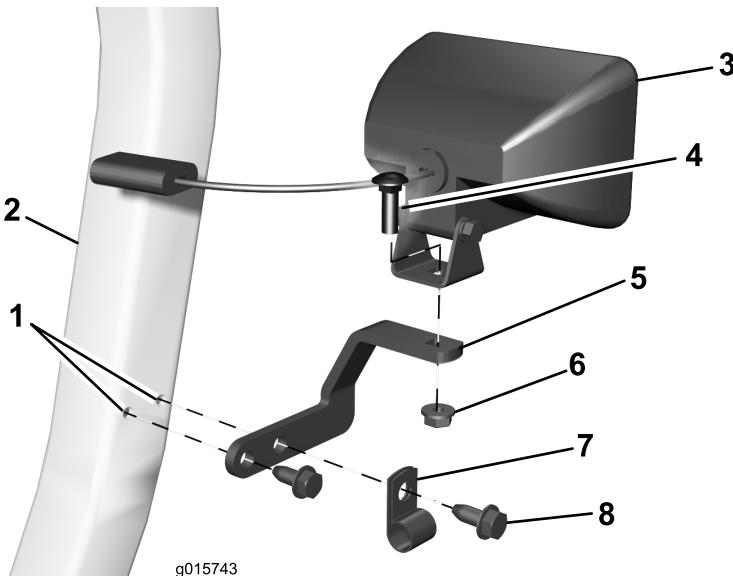

Figura 6
1. Monte a placa dobrada no ROPS como se mostra em Figura 6. Encaminhe a cablagem através do grampo em R e, em seguida, prenda a placa dobrada utilizando um grampo em R e dois parafusos auto-rosantes.
2. Instale uma lâmpada na placa dobrada como se mostra em Figura 6. Prenda a lâmpada utilizando